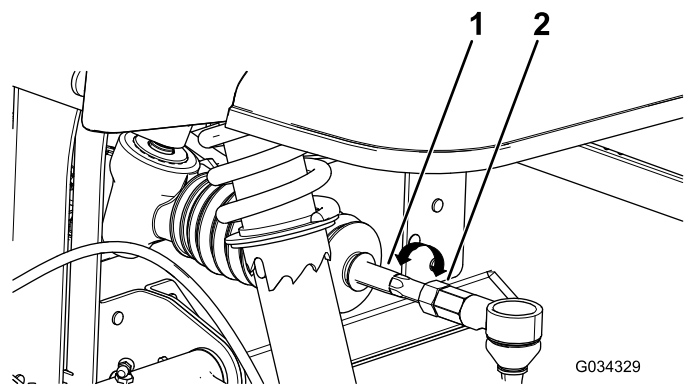

Figura 55
4. Se a medição obtida não se situar entre  $0 \pm 3$  mm, desaperte as porcas de retenção nas extremidades das barras (Figura 55).